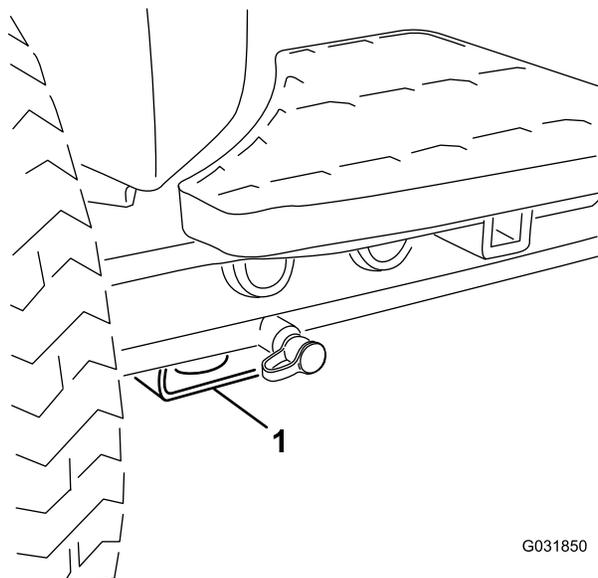

Рисунок 70
- В передней части используйте прямоугольную подкладку под трубой моста внутри каждого переднего колеса (Рисунок 70).